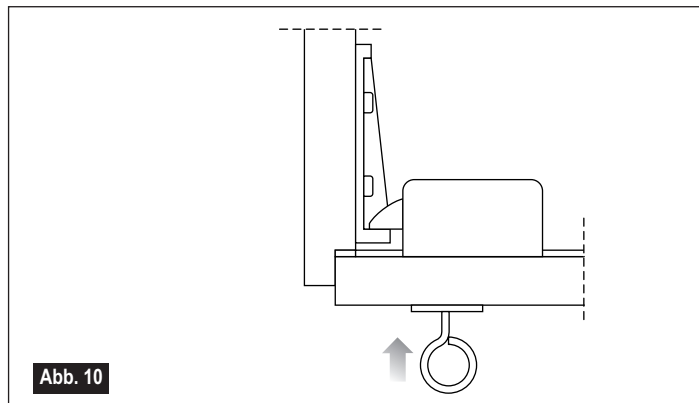
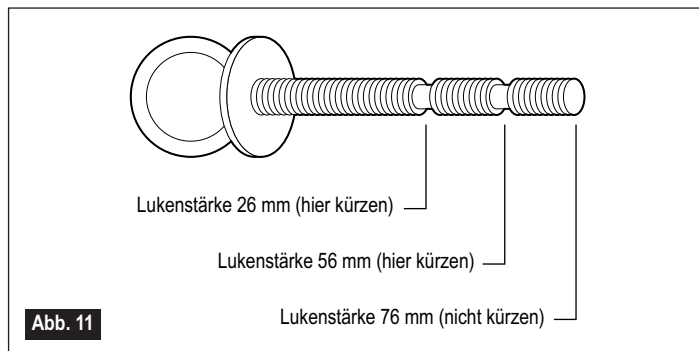

Abb. 10
Abb. 11
- Drehen Sie Schrauböse an der Unterseite des Lukendeckels in den Verschluss, bis die Rosette die Luke fast berührt. Wenn die Schrauböse zu weit gedreht wird, rastet die Falle des Schlosses nicht vollständig ein (Abb. 10). Die Treppe ist jetzt gebrauchsfertig.
- Die Schrauböse hat eine Länge von 82 mm (Abb. 11), passend für Lukendeckel mit einer Stärke von 76 mm. Hat der Lukendeckel eine Stärke von 56 mm, sollte die Schrauböse zuvor um etwa 20 mm gekürzt werden. Drehen Sie nun die Schrauböse an der Unterseite des Lukendeckels in den Verschluss, bis sich die Rosette dem Lukendeckel genähert hat. Prüfen Sie bei geöffnetem Lukendeckel, ob die Falle des Schlosses leicht und für das spätere Öffnen und Schließen des Lukendeckels ausreichend ein- und ausfährt. Wenn die Schrauböse zu weit eingedreht wird, rastet die Falle des Schlosses nicht vollständig ein (Abb. 10).